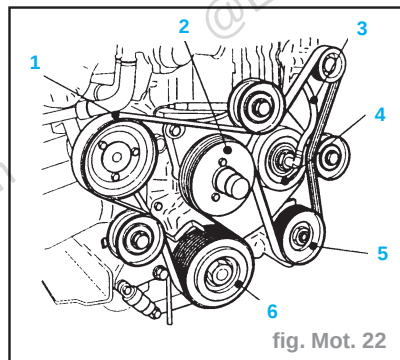
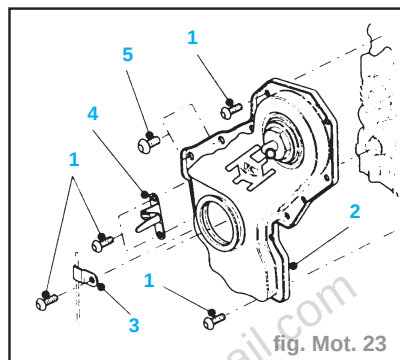

fig. Mot. 22
fig. Mot. 23
- Déposer : (fig. Mot. 22)
- la poulie de la direction assistée (5),
- la poulie de l'amortisseur de vilebrequin (6) du vilebrequin,
- le flexible (3) du couvercle de carter de distribution (4) (clip).
- Déposer le couvercle du carter de distribution (2) - (13 vis (1), clip (3), fixation (4) et deux vis (5)) (fig. Mot. 23).
- reposer le couvercle du carter de distribution (2) - (13 vis (1), clip (3), fixation (4) et deux vis (5)) (fig. Mot. 23).
- les vis du couvercle du carter de distribution (1) à **1,1 daN.m**,
- les vis du couvercle du carter de distribution (5) à **2,7 daN.m**.
- le flexible (3) sur couvercle du carter de distribution (4) (clip) (fig. Mot. 22),
- la poulie de l'amortisseur du vilebrequin (6) sur vilebrequin,
- le visco-coupleur et poulie de ventilateur (2) (trois vis et rondelles),
- la courroie trapézoïdale nervurée (1).